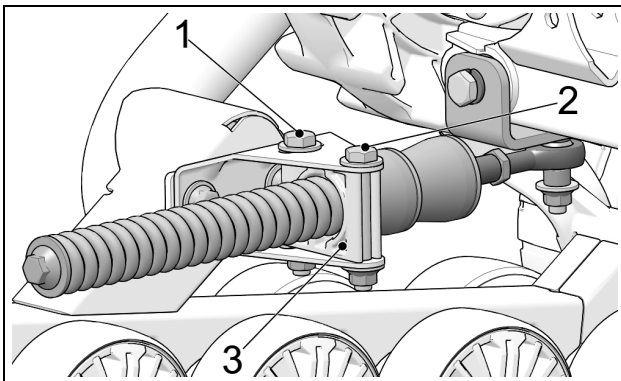

Abbildung 17
- Schrauben (1) und (2) des Verdrehsicherungsbügels lösen, damit die Verdrehsicherungs-Halterung (3) auf ihrer Achse gedreht werden kann. Siehe Abbildung 17.